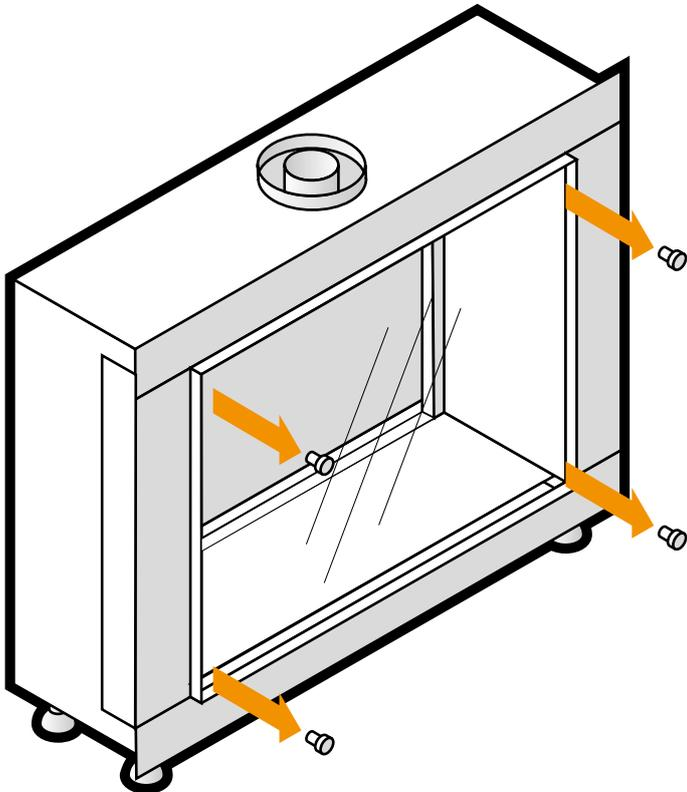

Abbildung 10-4: Lösen der Schrauben
- Entfernen Sie die Glasklemmen durch Lösen der Schrauben. (Siehe Abbildung 10-4)